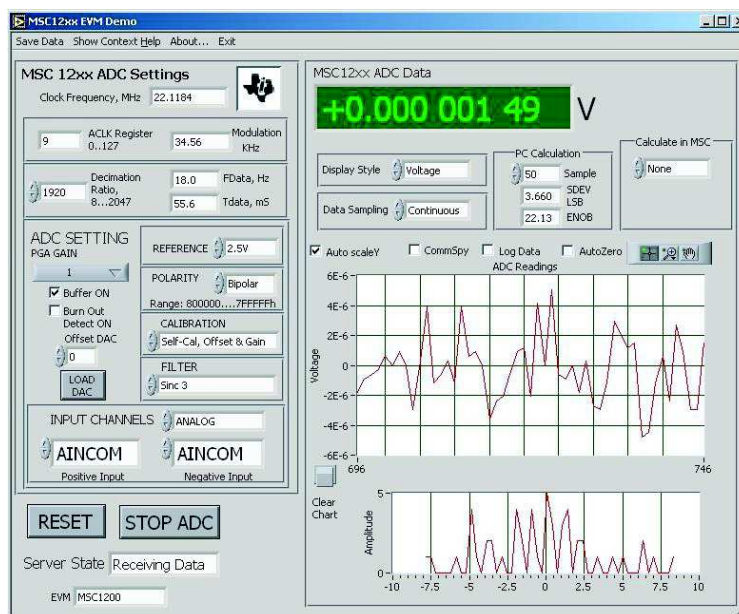

图 6. MSC12xx LabVIEW 前面板
5. VISA 输入下面是服务器状态条件语句 (SSCC)。此条件语句的唯一作用是在前面板上的按钮被按下时停止 ADC 的运行（请参阅图 6）。